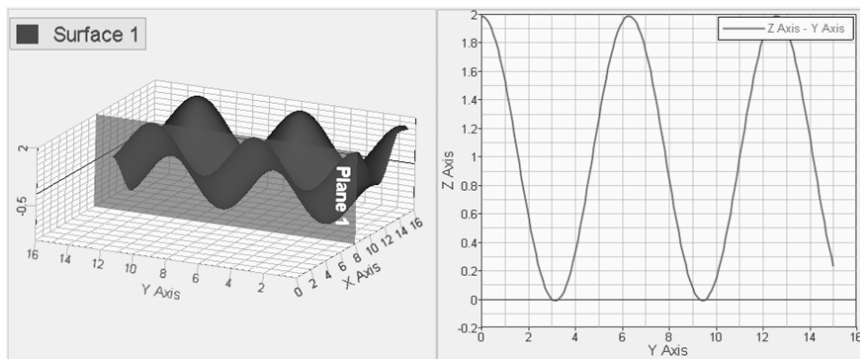

图 13-130 创建截面曲线
(4) 控制移动滑块, 观察屏幕上剖切区域的变化。
(5) 关闭 Transparency 选项。
(6) 激活 Create XY Plot 标签。
(7) 将 Place curve on 选项设置为 New plot。
(8) 将 Create curve 设置为 Y vs Z。
(9) 单击 Plot Data 按钮, 如图 13-130 所示。
(10) 激活 Position 标签。
(11) 控制移动滑块, 移动剖切面的位置。Plot 图会发生相应变化。
(12) 单击激活 plot 窗口。
(13) 单击 Fit (🔍) 按钮, 让 plot 适应整个窗口显示。